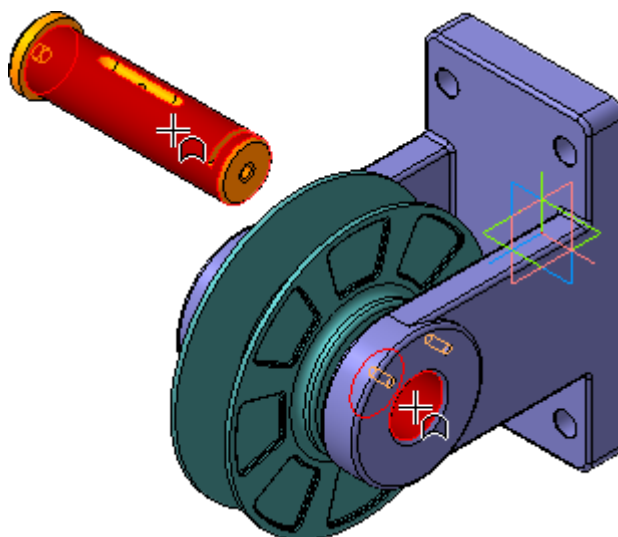

Рисунок 6.
- Наложите сопряжение Соосность на цилиндрические грани Оси и Вилки (рис.6).